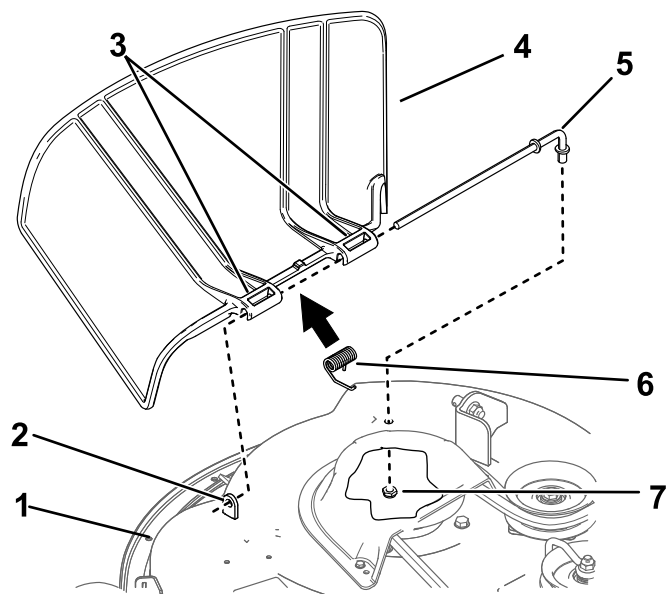

Figure 68
1. Retirez l'écrou ($\frac{3}{8}$ po) de la tige, sous le tablier de coupe (Figure 68).
2. Sortez la tige de la courte cheville de positionnement, du ressort et du déflecteur d'herbe (Figure 68).
4. Montez le nouveau déflecteur d'herbe (Figure 68).
7. Insérez la tige dans le second pivot du déflecteur d'herbe (Figure 68).
9. Fixez l'extrémité arrière de la tige dans le tablier de coupe à l'aide d'un écrou ($\frac{3}{8}$ po), comme montré à la Figure 68.